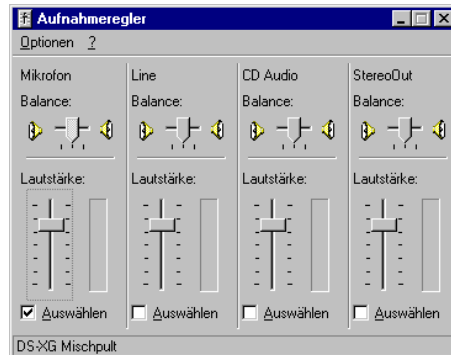

Abbildung 6-16: Die Aufnahme-Regler
1. Damit die Aufnahme-Regler angezeigt werden, muß im Menü unter " **Optionen**" der Eintrag "**Eigenschaften**" gewählt werden, um die gleichlautende Dialog-Box zu öffnen. Innerhalb der Auswahl-Gruppe "**Lautstärke regeln für**" wähle man per Mausklick die Option "**Aufnahme**". Zusätzlich kann in der Liste "**Folgende Lautstärkereglern anzeigen**" bestimmt werden, welche Aufnahme-Regler sichtbar werden sollen. (siehe Abb. 6-16 unten)